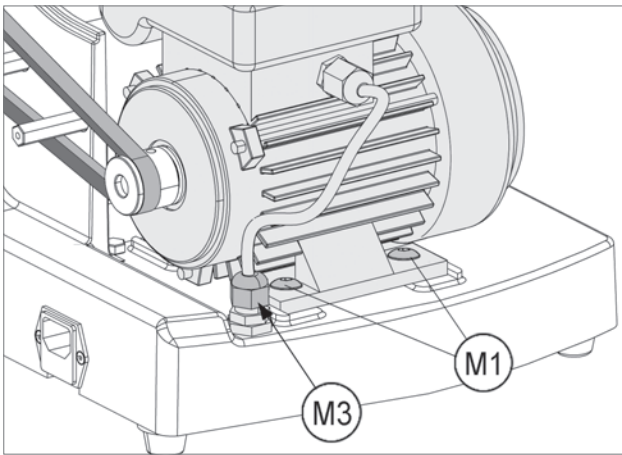

Fig. 62
- 7) Unscrew the wire grommet (M3) (Fig. 62).